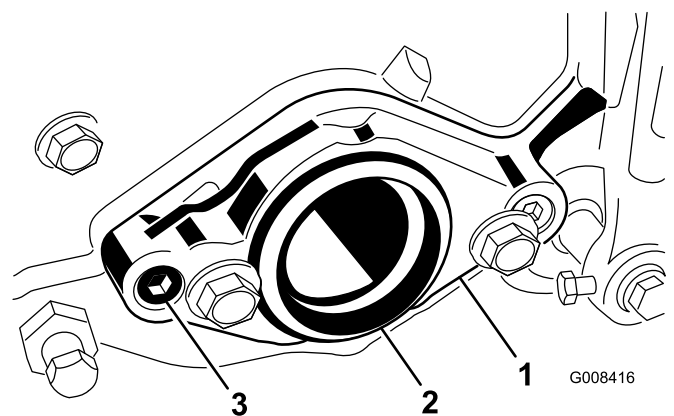

図 14
- B. カuttingユニット右側のベアリング・ハウジングについているプラスチック製のプラグを外す (図 14)。
- C. カuttingユニットの左側でモータ取り付け部を固定している六角ネジ (2 本) を取る。モータ・マウント取り付け部を取り外す (図 14)。